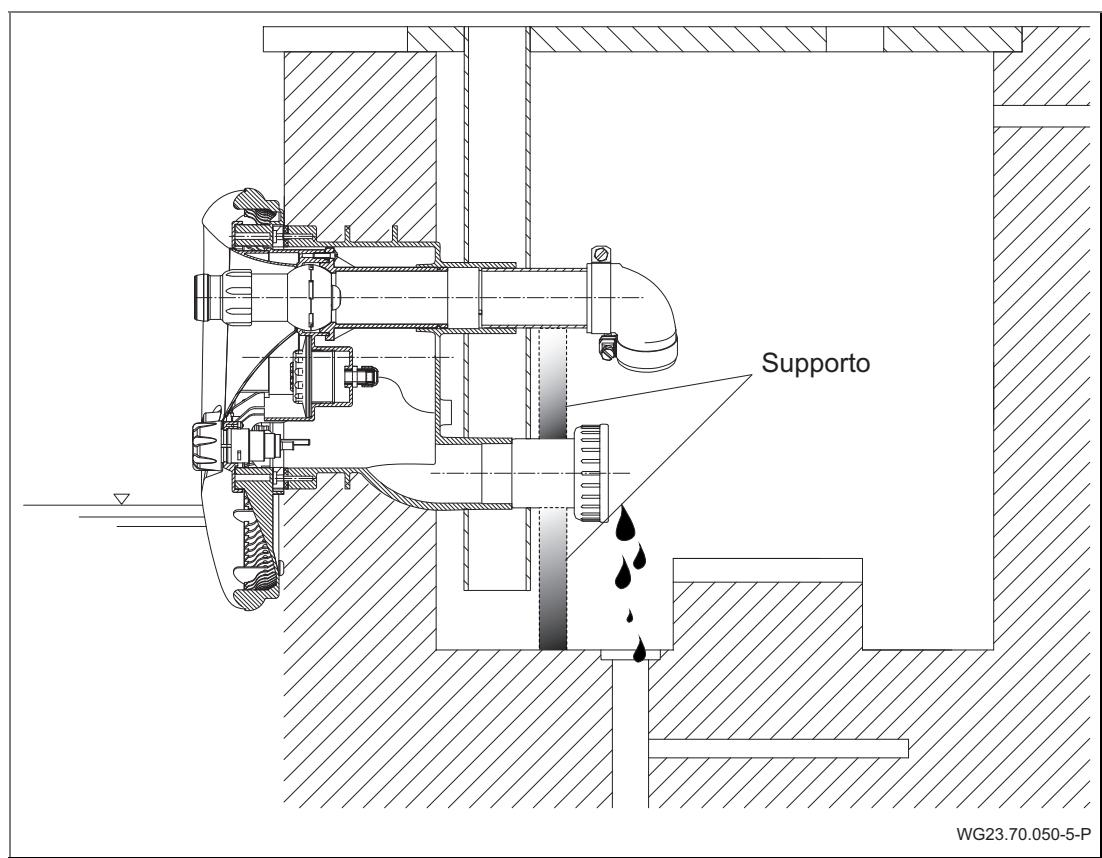

Fig. 28
- 3. Scaricare il tubo die aspirazione e die mandata poggiando su un sogestno. Vedere "Fig. 28" a pagina 47.